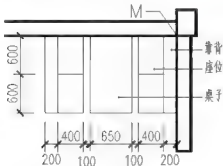
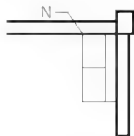
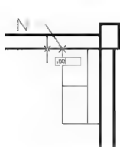

图 4.46 火车座的尺寸
图 4.47 绘制靠背和座位
图 4.48 确定矩形的右上角点
火车座的尺寸如图 4.46 所示。
(1) 当前层仍为【家具】图层, 单击口放大命令将餐厅的右上角放大。
(2) 单击【绘图】工具栏上的【矩形】图标口, 启动【矩形】命令。
① 在指定第一个角点或【倒角(C)/标高(E)/圆角(F)/厚度(T)/宽度(W)]: 提示下, 捕捉图 4.46 中所示的 M 点作为矩形的第一个角点。
② 在指定另一个角点或【面积(A)/尺寸(D)/旋转(R)]: 提示下, 输入“@-200, -1200”后按 Enter 键结束命令, 绘制出 1200mm 长、200mm 宽的靠背。
(3) 重复【矩形】命令, 捕捉靠背的左上角点为第一个角点, 对角点的坐标为“@-400, -1200”, 绘制出 1200 长、400 宽的座位。
(4) 启动【直线】命令, 捕捉 400×1200 座位的两个长边的中点, 作为直线的起点和终点, 结果如图 4.47 所示。
(5) 打开【正交】、【对象捕捉】和【对象追踪】功能, 启动【矩形】命令。
① 在指定第一个角点或【倒角(C)/标高(E)/圆角(F)/厚度(T)/宽度(W)]: 提示下, 捕捉图 4.47 中所示的 N 点, 不单击, 如图 4.48 所示, 将光标向左拖动, 会出现一条虚线, 输入“100”后按 Enter 键, 确定矩形的左上角点的位置。